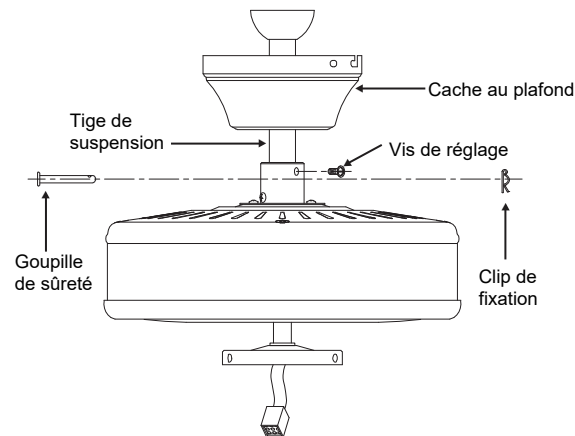

Fig. 6
Étape 4. Acheminez les fils sortant du haut du moteur du ventilateur à travers le couvercle d'accouplement, le cache, puis à travers la rotule/tige de suspension (**Fig. 6**)
Étape 5. Alignez les trous au bas de la tige de suspension avec les trous du collier en haut du carter du moteur (**Fig. 6**). Insérez soigneusement la goupille de sûreté dans les trous du collier et de la tige de suspension. Insérez la goupille contre le câblage à l'intérieur de la tige de suspension. Insérez la goupille de verrouillage dans le trou situé près de l'extrémité de la goupille de sûreté jusqu'à ce qu'elle s'enclenche dans sa position verrouillée (voir l'encadré circulaire de la **Fig. 6**).
Étape 6. Serrez fermement les deux vis de réglage situées sur le dessus du moteur du ventilateur (**Fig. 6**).